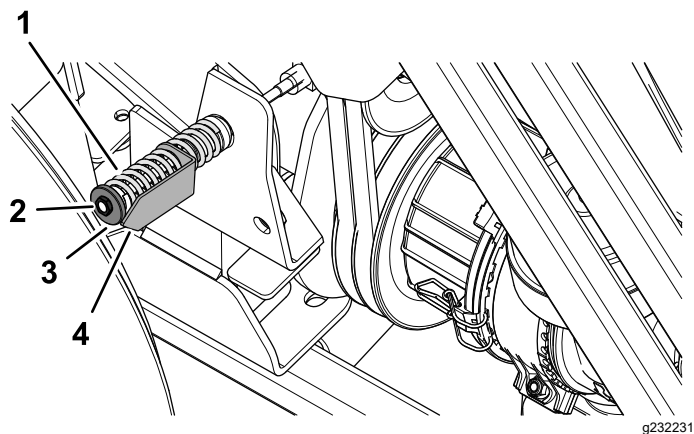

Figura 89
5. Si fuera necesario, gire la tuerca del tensor de la polea hasta que la flecha indicadora de tensión se alinee con la superficie exterior de la arandela (Figura 89).
8. Afloje la tuerca del tensor de la polea tensora; consulte Figura 89 en Comprobación de la tensión de la correa de la toma de fuerza (página 65).